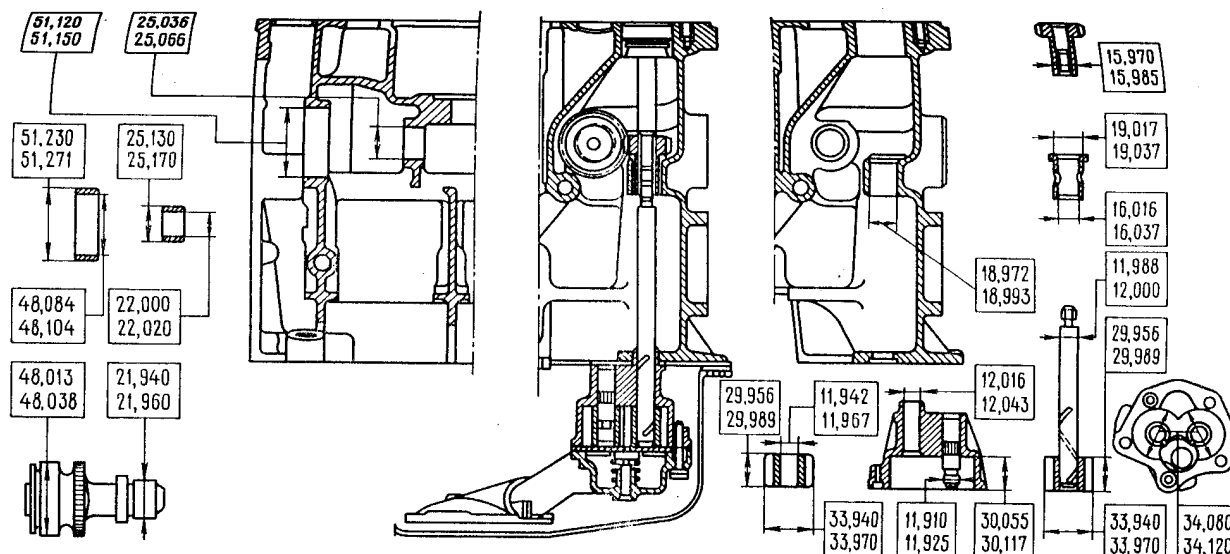

Fig. 2-68. Dimensiones principales de la bomba de aceite y de su accionamiento
Las cotas principales de la bomba y de su accionamiento se dan en la fig.2-68.
- después de prensar los casquillos deberán ser tratados definitivamente y acabados por el diámetro interior (las cotas se dan en la fig.2-68). Para asegurar la completa alineación de